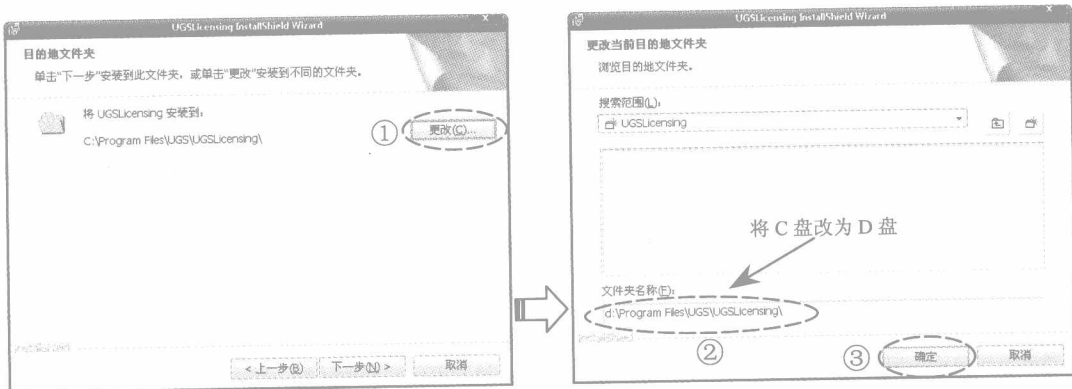

图 1-6 更改目的地文件夹
(8) 单击『确定』按钮后弹出『UGSlicensing InstallShield Wizard』对话框，接着单击『下一步(N)>』按钮，弹出『UGSlicensing InstallShield Wizard』对话框，然后以图 1-6 所示的指引进行操作。